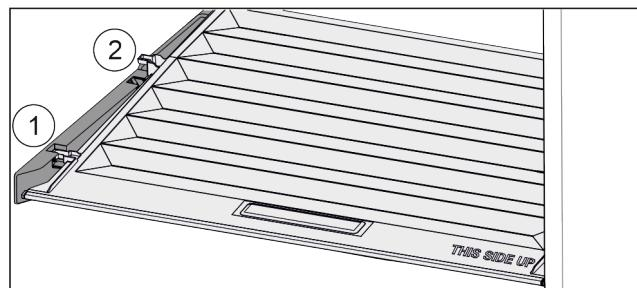

Fig. 75
- ▶ 将盖子向前拉 Fig. 75 (1)至定位件开口。
- ▶ 从下方抬起后端并向上将其移出 Fig. 75 (2)。